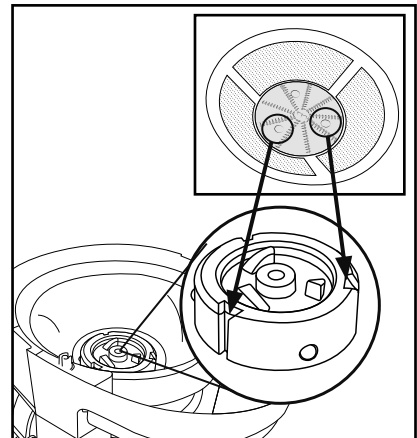

Fig. 2
- 3) Monte el filtro **4** sobre el eje de accionamiento **13**. Debe orientar el filtro **4** correctamente para que encaje en los alojamientos correspondientes del eje de accionamiento **13** (consulte la fig. 2). Para orientarlo, observe las 3 marcas circulares entre las cuchillas y las guías/alojamientos del eje de accionamiento **13**, que deben coincidir al insertarlo, ya que, de lo contrario, no puede montarse el filtro. ¡El filtro **4** debe encastrar de forma audible y quedar firmemente asentado antes de continuar con el montaje!